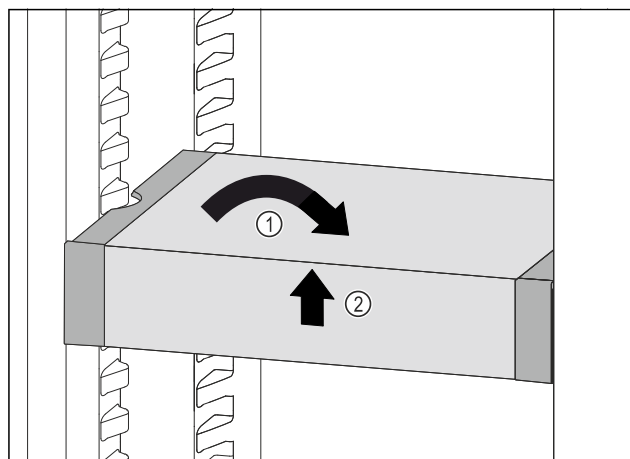

Fig. 208
- Collocare VarioSafe in maniera dritta. Fig. 208 (1)
- Sollevare VarioSafe dal lato anteriore. Fig. 208 (2)